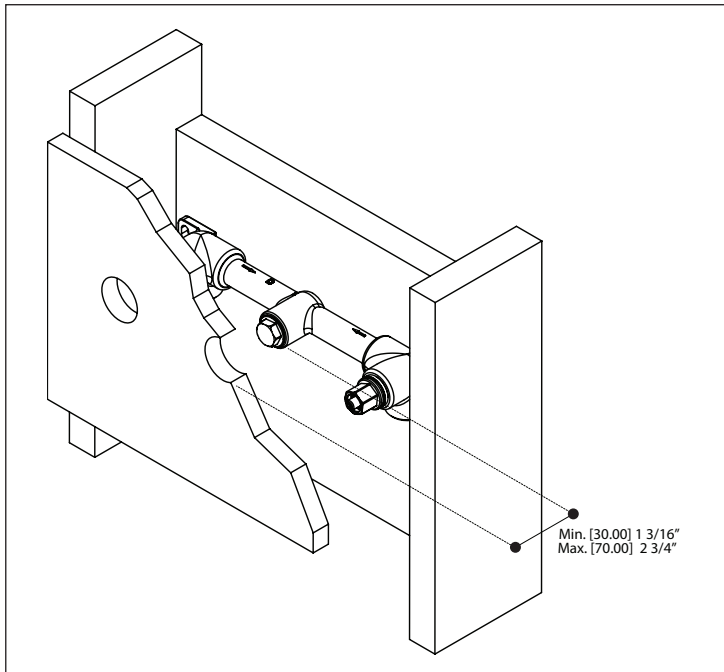
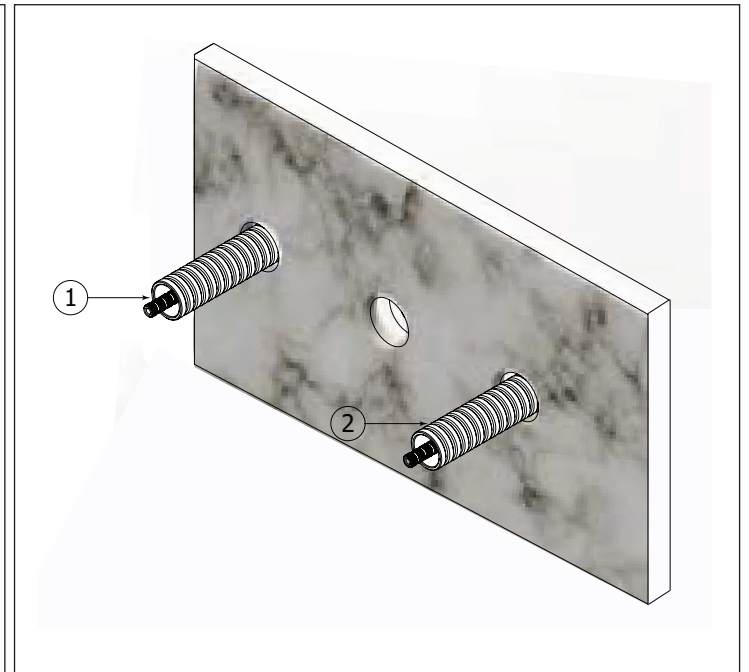

Fig.1
Fig.2
-Check if your installed rough assembly correspond to fig.1. If instead you see presentation fig.2, your first step will be to remove the threaded tubes (1), the splice extensions (2) and the lock-nuts.
-Regarder si l'assemblage du rough installé correspond à la fig.1. Cependant, si elle correspond à la fig.2, votre première étape sera de retirer le tube fileté (1), l'extension d'épissure (2) et le contre-écrou.